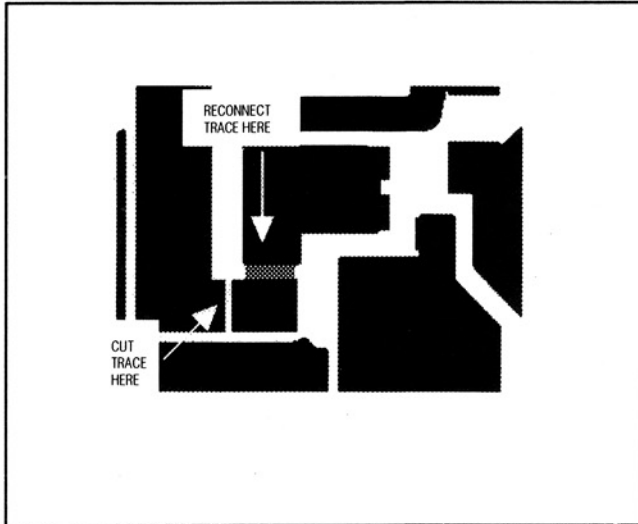

図11. -48V及び-70V動作に対するPCボードの変更
- 1) トランスの1/3タップから出力ダイオードへのトレースを切り、トランスの2/3タップからダイオード(D2)へのワイヤジャンプをはんだ付けします(図11)。